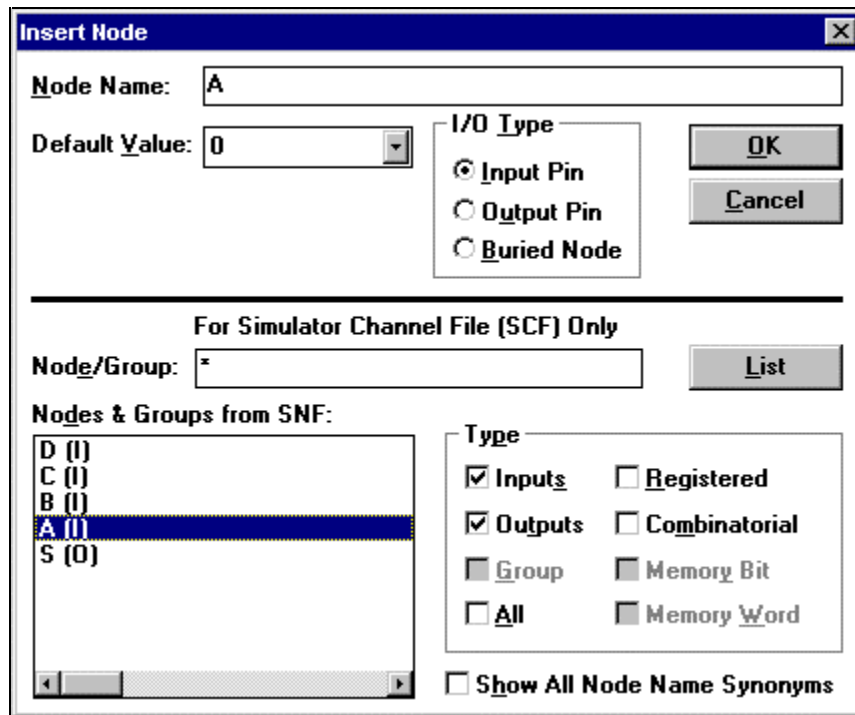

Figura 30
11.1.5 Clique duas vezes no espaço em branco na coluna *Name:*, localizada na porção lateral esquerda da janela *Waveform Editor*. A janela *Enter Node* é gerada (figura 30).